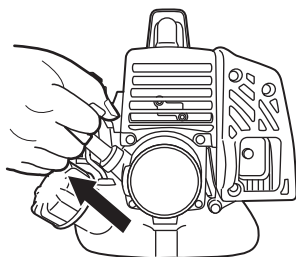

Fig. 18
(4) Tire energicamente del arrancador de retroceso, tomando la precaución de mantener el asidero bien sujeto para evitar que se escape de la mano. (Fig. 18)
- (6) Vuelva a tirar enérgicamente del arrancador de retroceso. (Fig. 18)